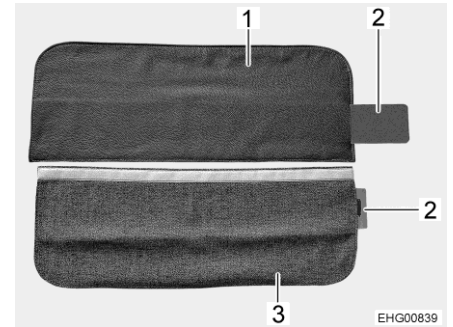

Fig. 61 Cubierta para cinturones de seguridad
La cubierta para cinturones de seguridad puede ser de cuero (Fig. 61,1) o de tela (Fig. 61,3).
- Introducir el refuerzo metálico (Fig. 61,2) completamente en el bolsillo de la cubierta para cinturones de seguridad (Fig. 61,1 o Fig. 61,3).